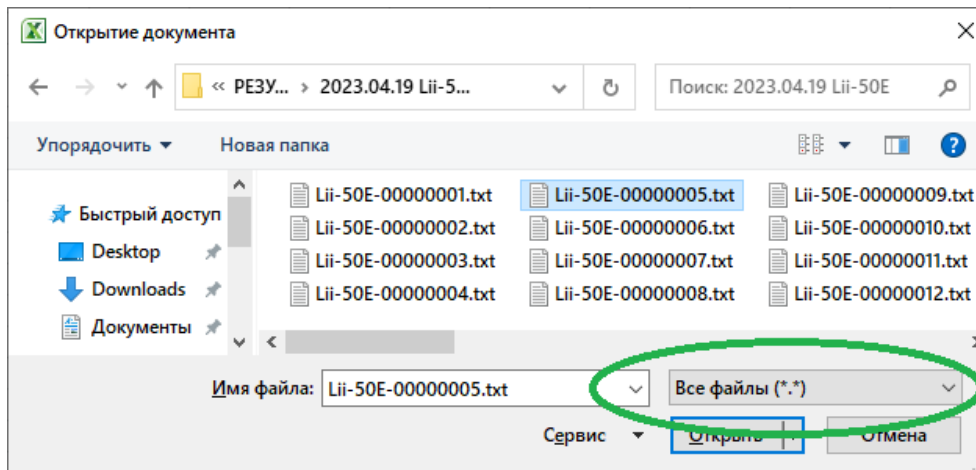

Рисунок 57 - Выбор файла с результатами измерений
- В открывшемся окне выбрать из списка типов файлов вариант "Все файлы" (см. рисунок 57);